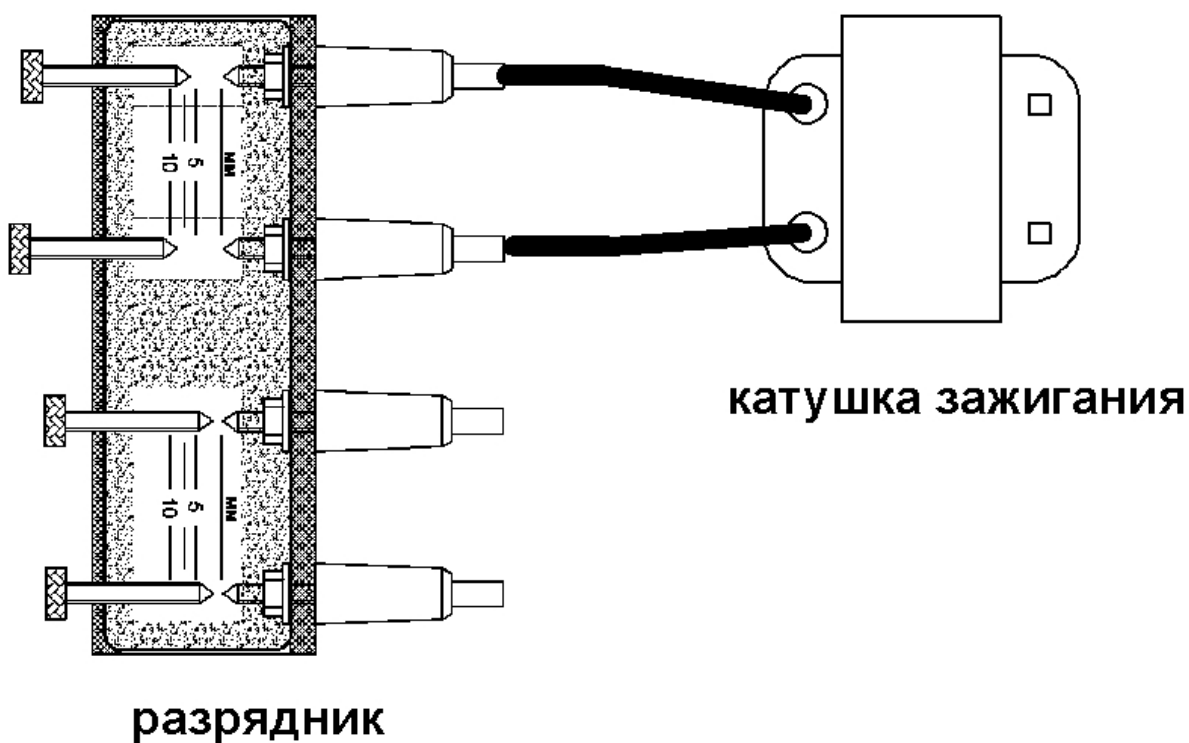

Рис.2 Схема подключения высоковольтных проводов к разряднику РВВ-4К для проверки двухвыводной катушки зажигания.
- Подключить высоковольтные провода к разряднику согласно схеме на рис.2;